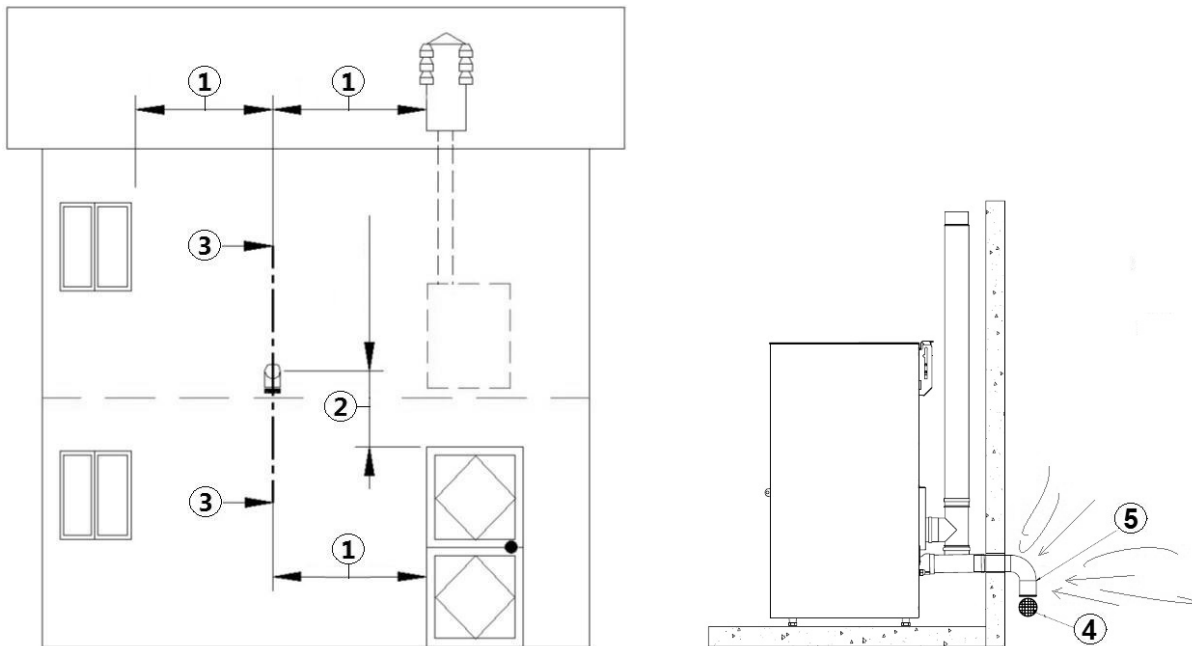

Fig. 12 - Öffnung für die Verbrennungsluft für eine hermetisch dichte Installation
LEGENDE	Fig. 12
- An der Außenwand muss eine 90° -Krümmung installiert werden, um die Verbrennungsluftzufuhr von den Auswirkungen des Windes zu schützen: Die Öffnung der Krümmung nach unten richten, siehe **Fig. 12**.